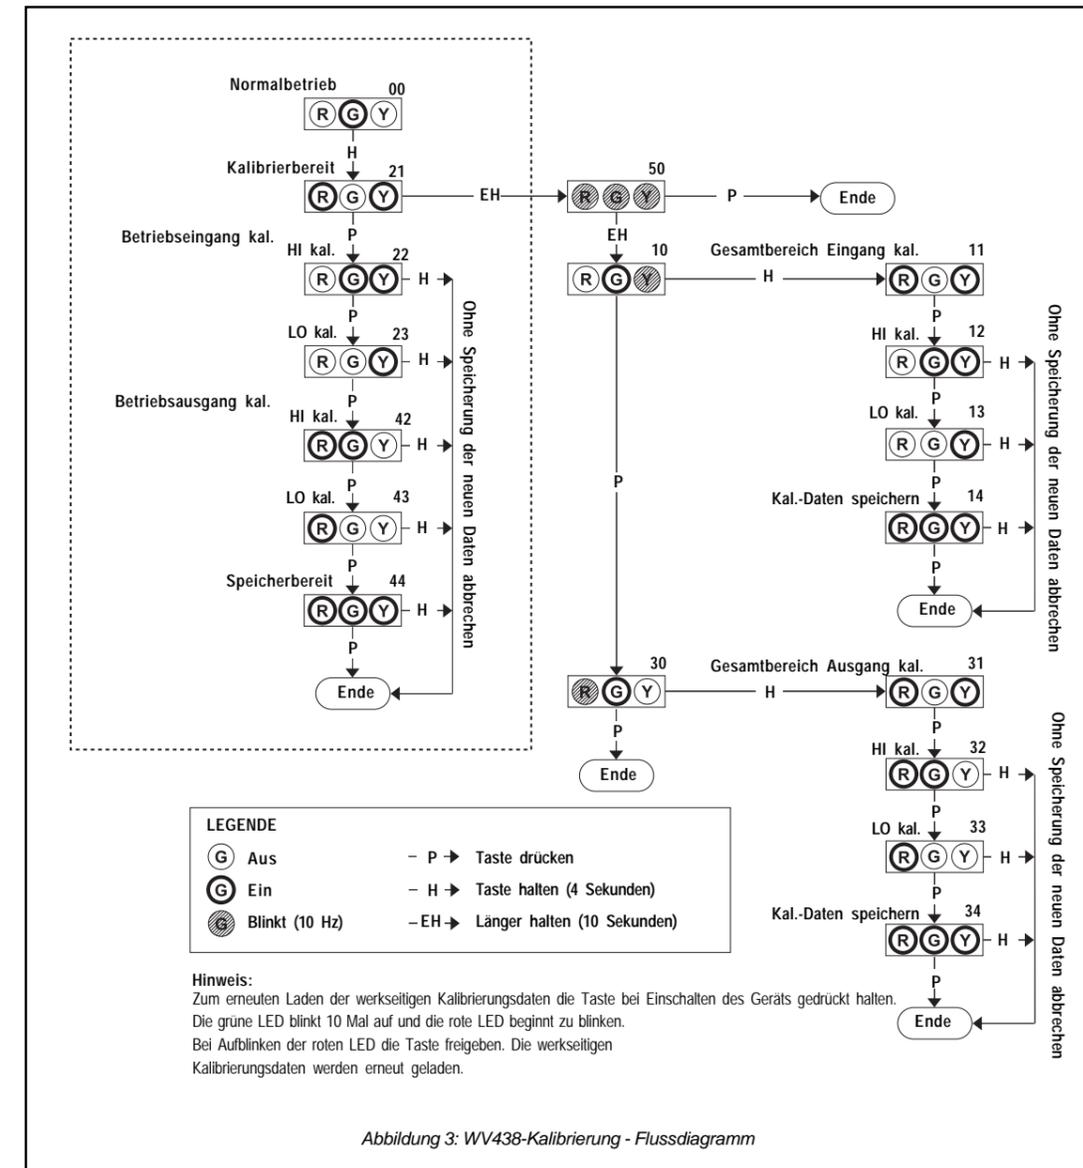

Abbildung 3: WV438-Kalibrierung - Flussdiagramm
1. Den Eingang an ein Potentiometer mit dem gleichen Wert wie für den Betrieb anschließen und den Ausgang an einen Spannungs- oder Strommesser. Strom anlegen und warten, bis das System thermisches Gleichgewicht erreicht hat. Siehe Abbildung 3 für ein detailliertes Flussdiagramm des Verfahrens. Im gestrichelt umrandeten Kasten sind alle Schritte aufgeführt, die der Benutzer zum Kalibrieren des Betriebsausgangs und -eingangs vollziehen muss.